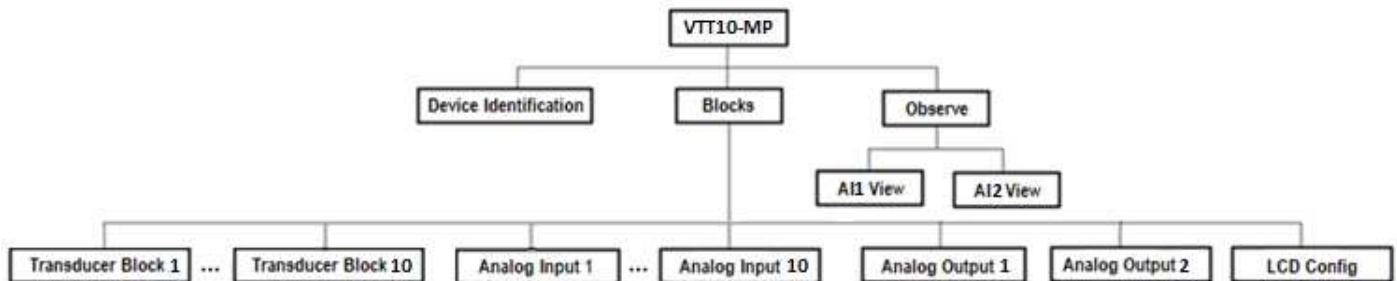

Figura 3.6 – Árvore de programação do VTT10-MP.
A árvore de programação é uma estrutura em forma de árvore com um menu de todos os recursos de software disponíveis, como mostrado na Figura 3.6.
A figura a seguir mostra uma tela do DTM do VTT10-MP utilizando a interface VCI10-UP da Vivace com o PACTware®. Note que o diretório com os menus disponíveis para o DTM (*OnLine Parameterize*) segue o formato da árvore de configuração exibida no item 3.6 (figura 3.6).